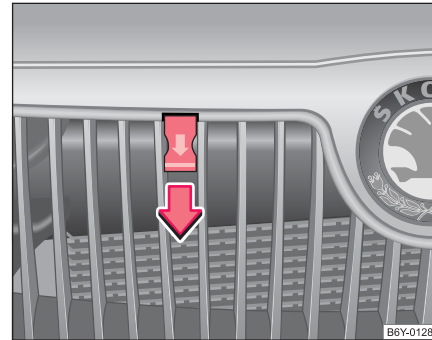

Abb. 124 Kühlergrill: Zugriff
- Ziehen Sie an dem Zuggriff ⇒ Seite 173, Abb. 124, die Motorraumklappe wird vollständig entriegelt.